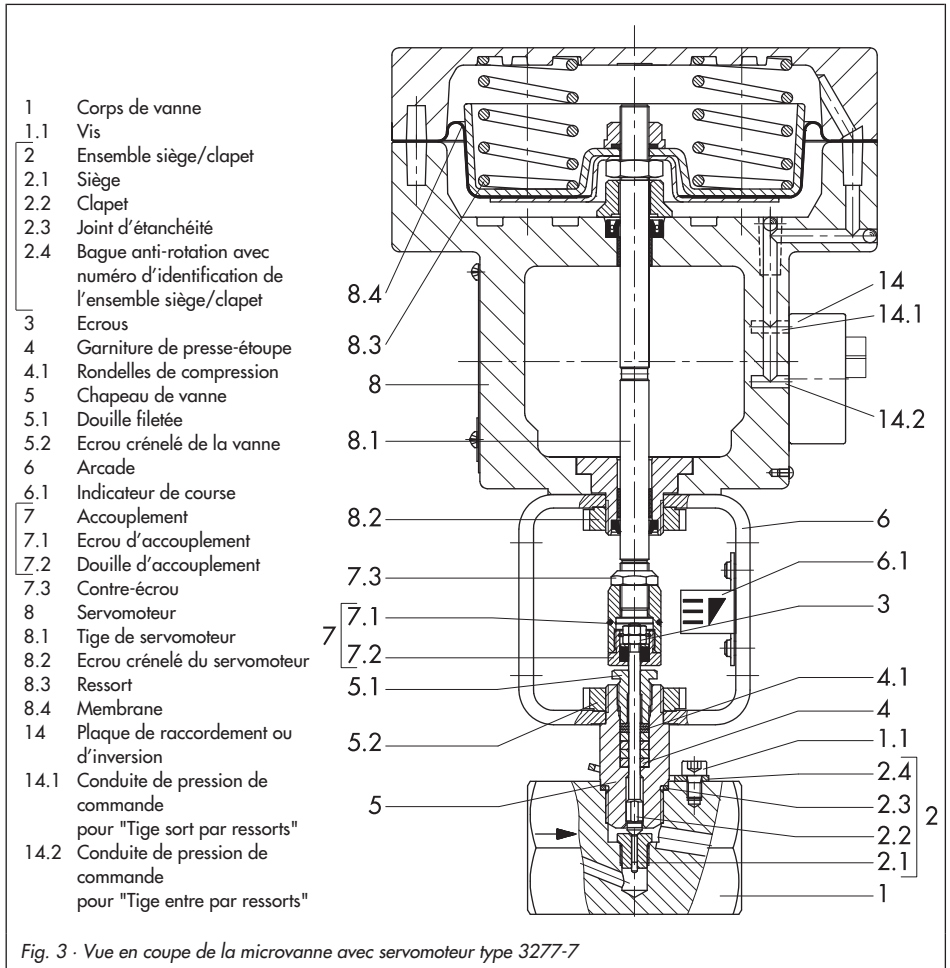

Fig. 3 - Vue en coupe de la microvanne avec servomoteur type 3277-7
1. Visser complètement l'écrou d'accouplement (7.1) et le contre-écrou (7.3) sur la tige de servomoteur (fig. 3).
3. Placer le servomoteur sur l'arcade de vanne (7) et bloquer à l'aide de l'écrou crénelé (8.2). Pour les servomoteurs "tige sort par ressort", admettre préalablement environ 50 % de la plage de pression de commande (voir la plaque